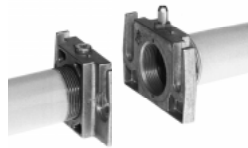

Fig. 8
1. Montati flansa pe conductele tubulare. Utilizati agent de etansare potrivit (vezi Fig. 8) ;
2. Introduceti MB-DLE ; Notati pozitia inelelor de etansare tip "O" (vezi Fig. 8) ;